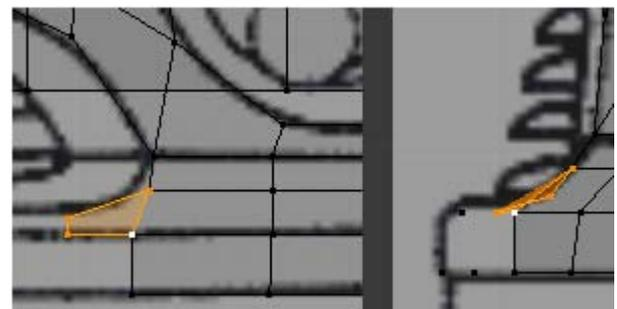

Figura 4.91
3. Seleccione os 2 vértices da parte superior do pára-choques junto à grelha e, na janela Front Ortho proceda a uma extrusão em direcção ao centro. Após a extrusão, na janela Right Ortho, rode a aresta criada de modo a adaptá-la ao patamar aproximadamente horizontal da parte superior do pára-choques, figura 4.91.